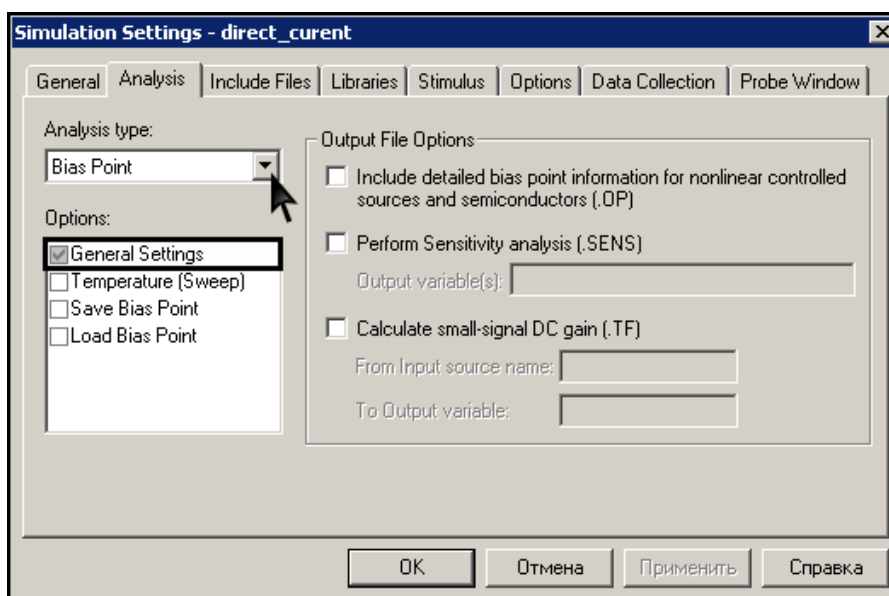

Рис. 5. Окно настройки моделирования. Выбор типа анализа
5. Выбрать тип анализа **Bias Point** (рис. 5).